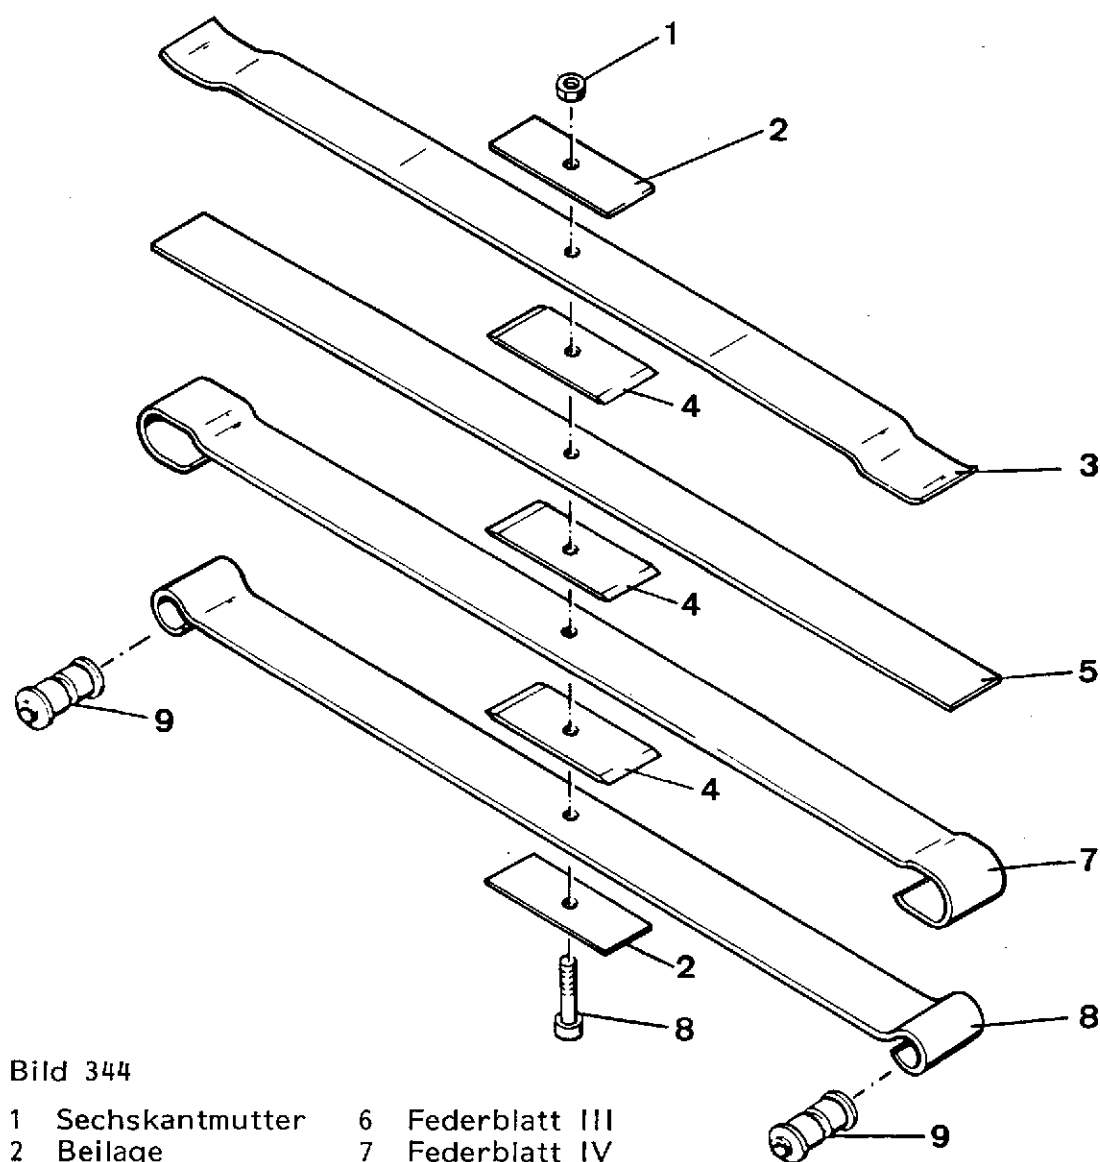

Bild 344
- Beschädigte Teile wechseln. Einbaureihenfolge entsprechend Bild 344 beachten.